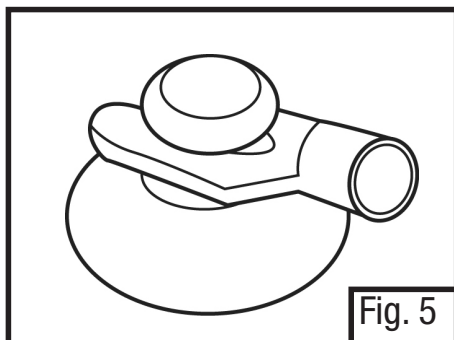

Fig. 5
7. Anexar a ventosa na extremidade bifurcada do grampo de retenção (Fig. 5).